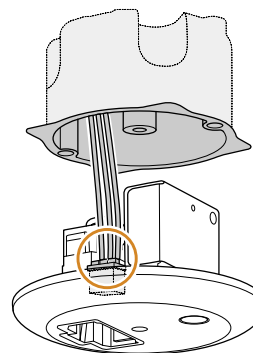

Figure 4
- 5 Raccorder l'alimentation sur le bornier prévu à cet effet, voir **figure 4**.